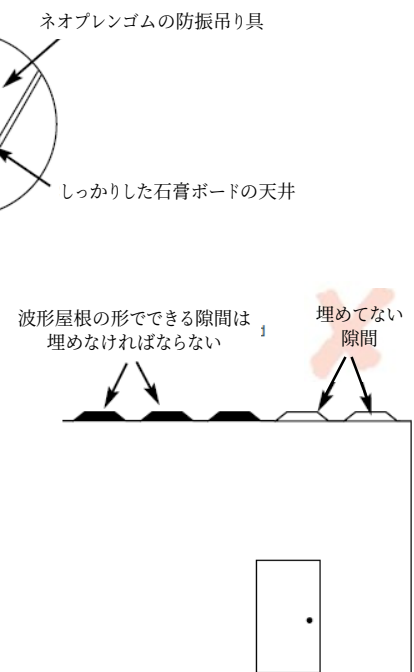

図 11
- 金属屋根はしばしば波形に加工されたものが使われるので壁に密着していません。(図11参照) それ以外にトラス^{*2)}も遮音のトラブルを起こしがちです。部屋-部屋間に共通する開口部があればふさぐようにしてください。